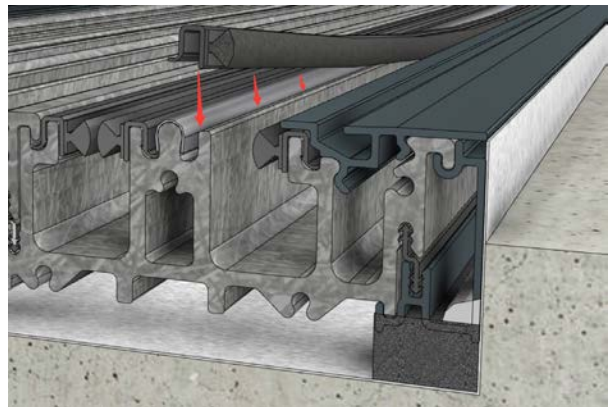

Fig 32
- Reemplace todo el burlete lineal del umbral que se retiró para taladrar y fijar el umbral. (Fig. 32)